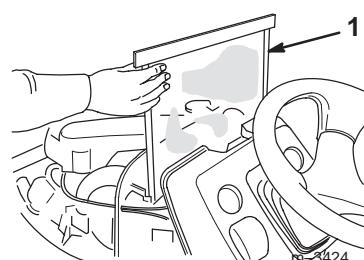

Figure 9
4. Sortez l'écran du radiateur (Fig. 9) de la fente de retenue entre le radiateur et le tableau de bord.